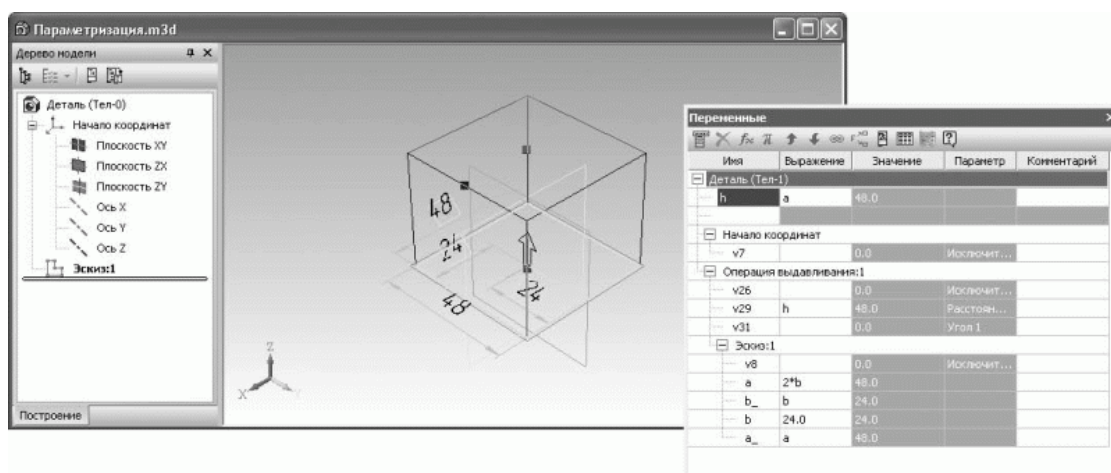

Рис. 3.48. Переменные модели
6. Теперь посмотрите в окно Переменные. В нем значительно увеличилось количество переменных. Это переменные, позволяющие исключить из расчета тот или иной трехмерный элемент модели (плоскость, операцию, эскиз), переменные операций (в нашем случае – величина выдавливания и угол уклона), а также внешние переменные эскизов. Чтобы использовать все эти переменные в выражениях, им сначала лучше присвоить псевдонимы (в столбце Выражение таблицы переменных). Напротив переменной $v29$ (такое значение было по умолчанию присвоено величине выдавливания) операции выдавливания введите имя переменной h . Переменная автоматически добавится в верхнюю часть списка переменных (рис. 3.48). Переменной h сразу поставьте в соответствие переменную a (поставив переменную a в столбце Значение напротив переменной h). Обратите внимание, что при выполнении трехмерной операции все параметрические размеры эскиза отображаются на экране.